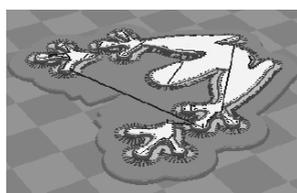

图 3-94 粘附平台类型为“筏”
- 筏：会在打印模型前先打印一个网状底座，网状底座对于不佳的打印平面可以起到很好的作用，只是在模型打印完后比较难以从打印平台上取下，打印效果如图 3-94 所示。